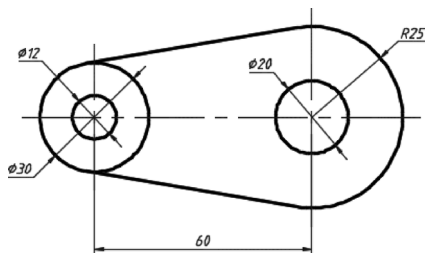
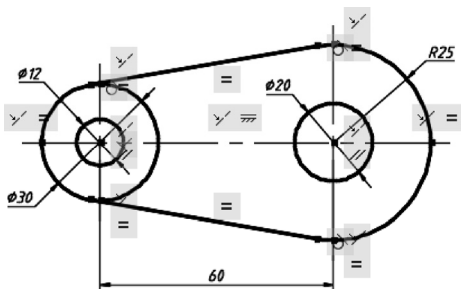

图 7-29 原始图形
图 7-30 显示图形中的所有几何约束
1) 打开“将尺寸标注转换为标注约束.dwg”文件, 该文件已经存在着图 7-29 所示的原始图形。该图形已经建立了若干个几何约束, 在功能区“参数化”选项卡的“几何”面板中单击“全部显示”按钮, 可以显示图形中的所有几何约束, 如图 7-30 所示。